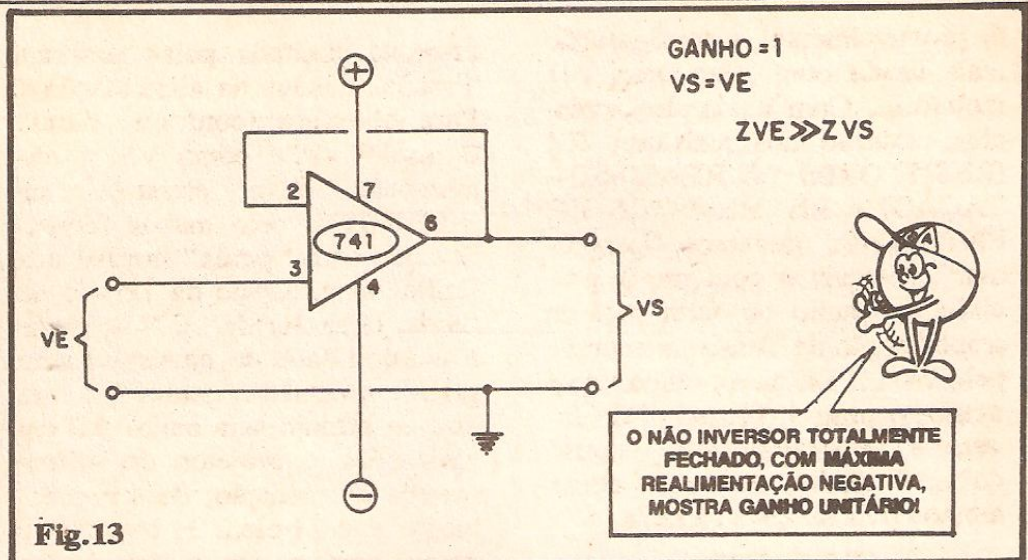

Fig.13
- FIG. 13 - AMPLIFICADOR NÃO INVERSOR “TOTALMENTE FECHADO” - Observando o arranjo mostrado no diagrama, o Leitor/“Aluno” verá algo que parece conflitar com o que foi dito atrás, sobre “realimentar uma parte do sinal”... É verdade: nessa configuração, a realimentação negativa (feita, portanto, à Entrada Inversora do 741) é total! Não há nenhum divisor de Tensão ou dimensionador resisti-